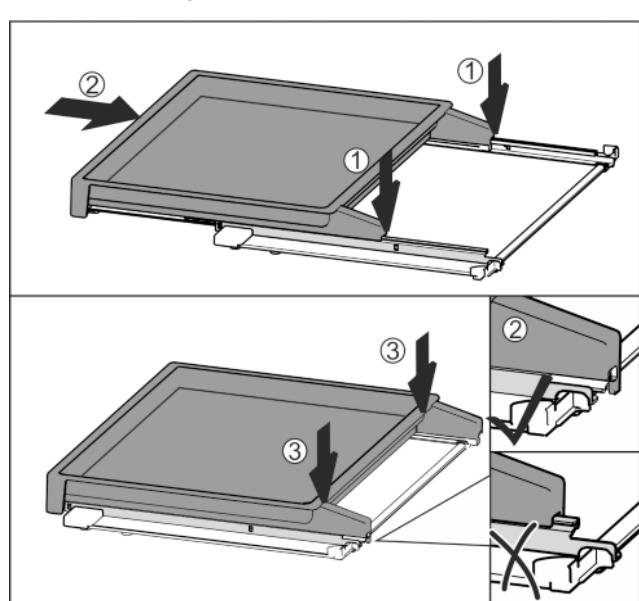

Fig. 38
- Встановіть по центру на рейки Fig. 38 (1).
- Повністю вставте витяжну панель Fig. 38 (2).
- Натиснути на задній бік, доки вона не зафіксується зі звуком Fig. 38 (3).